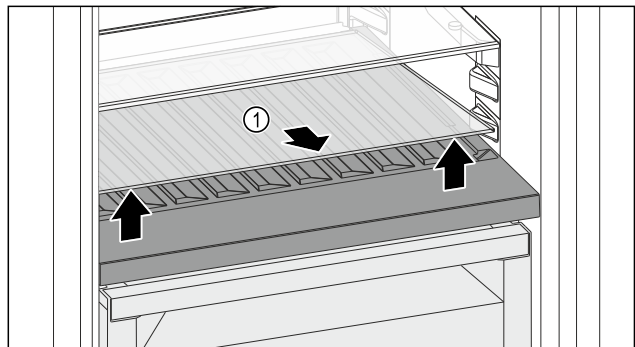

Fig. 124
- ▶ Glasplatte Fig. 124 (1) an der Aussparung vorne anheben und herausnehmen.
- ▶ Glasplatte Fig. 124 (1) außerhalb des Geräts sicher aufbewahren.